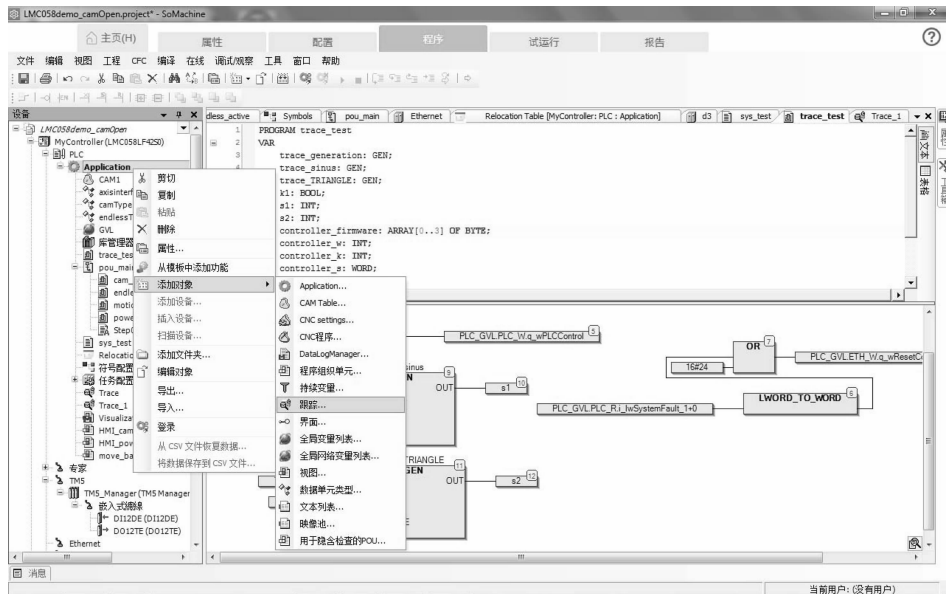

图 8-37 建立曲线跟踪
1) 鼠标放置在应用 (Application) 点右键打开下拉菜单, 在菜单中选中添加对象, 并按导引出的菜单找到跟踪并按鼠标左键确认, 如图 8-37 所示。